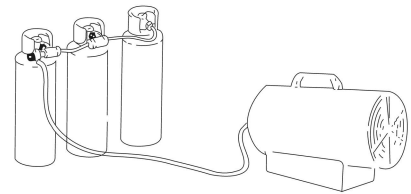

Fig. 1
- 1.8. Si l'appareil de chauffage doit fonctionner pendant une longue période à sa capacité maximale, il est possible que de la glace se forme sur la bonbonne. Ceci est dû à un soutirage excessif de vapeur. Ni pour cette raison, ni pour toute autre, la bonbonne ne devrait être chauffée. Afin d'éviter cet effet, ou du moins de le réduire, utilisez une grande bonbonne ou deux bonbonnes connectées ensemble. (Figure 1)